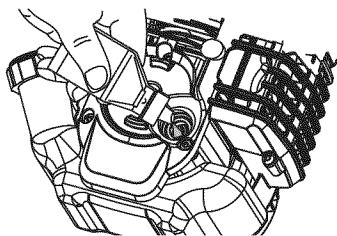

Fig. 21
- Si el nivel de aceite no está tocando la rosca más interior del agujero de llenar aceite, añada una pequeña cantidad al agujero de llenar aceite y vuelva a comprobar (Fig. 21). Repita este procedimiento hasta que el nivel de aceite alcance la rosca más interna del agujero de llenar aceite.